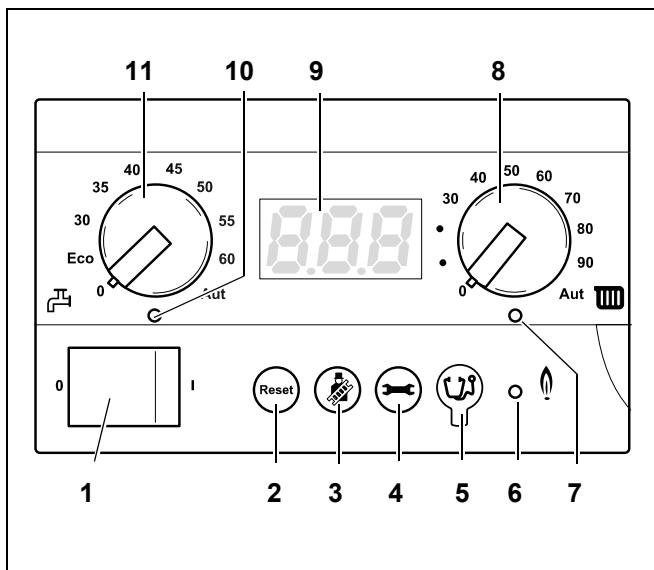

Рис. 6 Главный регулятор BC10
Ручкой задания максимальной температурой котловой воды (рис. 6, поз. 8) можно установить верхнюю границу температуры котловой воды. Ед. изм. - °C.
- Ограничьте значение максимальной температуры котловой воды при помощи ручки управления "максимальная температура котловой воды" (рис. 6, поз. 8) до допустимой температуры подающей линии отопительного контура пола (как правило, максимум 40 °C).
На дисплее (рис. 6, поз. 9) индицируется состояние и значения отопительной установки. В случае неисправности на дисплее отображается соответствующий код неисправности.
Ручкой для задания температуры горячей воды (рис. 6, поз. 11) устанавливается требуемая температура горячей воды в баке-водонагревателе. Ед. изм. - °C.
Светодиод "Приготовление горячей воды" (рис. 6, поз. 10) горит, когда требуется приготовление горячей воды и гаснет, когда приготовление горячей воды не требуется.